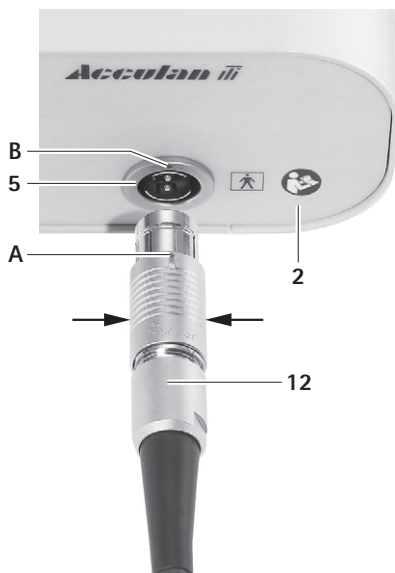

Рис. 1
- ▶ Подключение штекера 12 (нестерильное лицо): Отрегулировать положение штекера 12 так, чтобы маркировка A на нем находилась на одной прямой с маркировкой B соединительного гнезда машины 5 и вставить его в соединительное гнездо машины 5 доупора, см. Рис. 1.